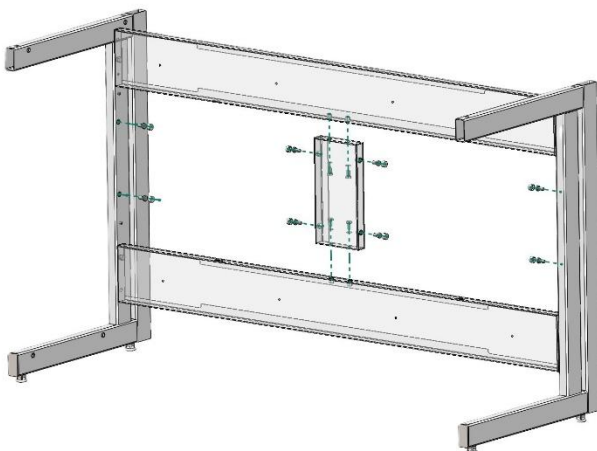

Рис. 2
2. Для каркаса шириной от 1350 – собрать заднюю раму каркаса, соединив распорки каркаса ребром, используя болты М8х16, пружинные шайбы 8 и предусмотренные в ребре заклёпки-гайки М8, после закрыть навесной крепёж М8 колпачками пластиковыми (Рис. 2)
3. Если предполагается установка декоративной панели – установить болты М8х14 (цилиндрическая головка) в предусмотренные в ребре и боковинах заклёпки-гайки М8 (Рис. 2)